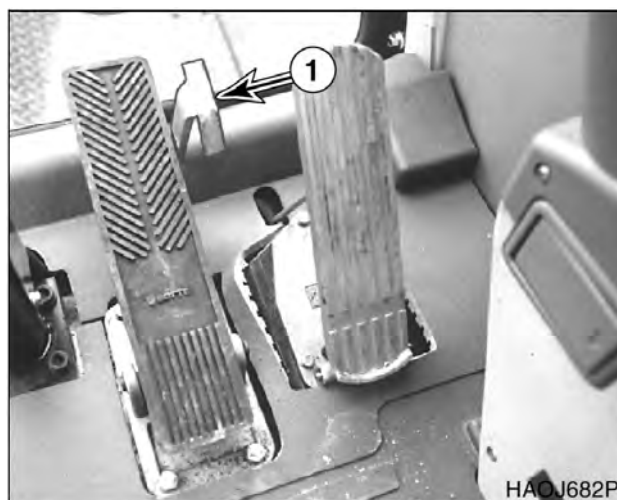

Рис. 32
**ПРИМЕЧАНИЕ:** При нажатии педали тормоза до упора включится механическая блокировка, фиксирующая педаль в нажатом до упора положении (1, рис. 32). Нажать ногой на рычаг фиксатора, и педаль тормоза вернется в исходное поднятое положение.